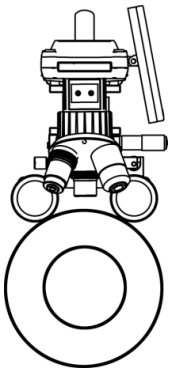

图 3
2) 悬空提动设备时，请托住仪器的支架。将仪器放置在滚筒的居中位置上如（图 3），如仪器和测量版辊放置不在水平上，会导致因滚筒弧面结构而出现的拍摄聚焦景深不同，屏幕显示的图像将会出现有局部画面不清晰影响测量精度。严重情况下也可能导致仪器从测量版辊上滑落跌损。